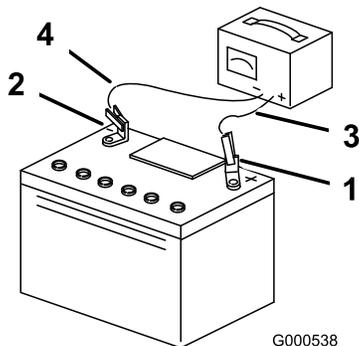

Figura 35
5. Cuando la batería esté completamente cargada, desconecte el cargador del suministro eléctrico, y desconecte los cables del cargador de los bornes de la batería (Figura 35).